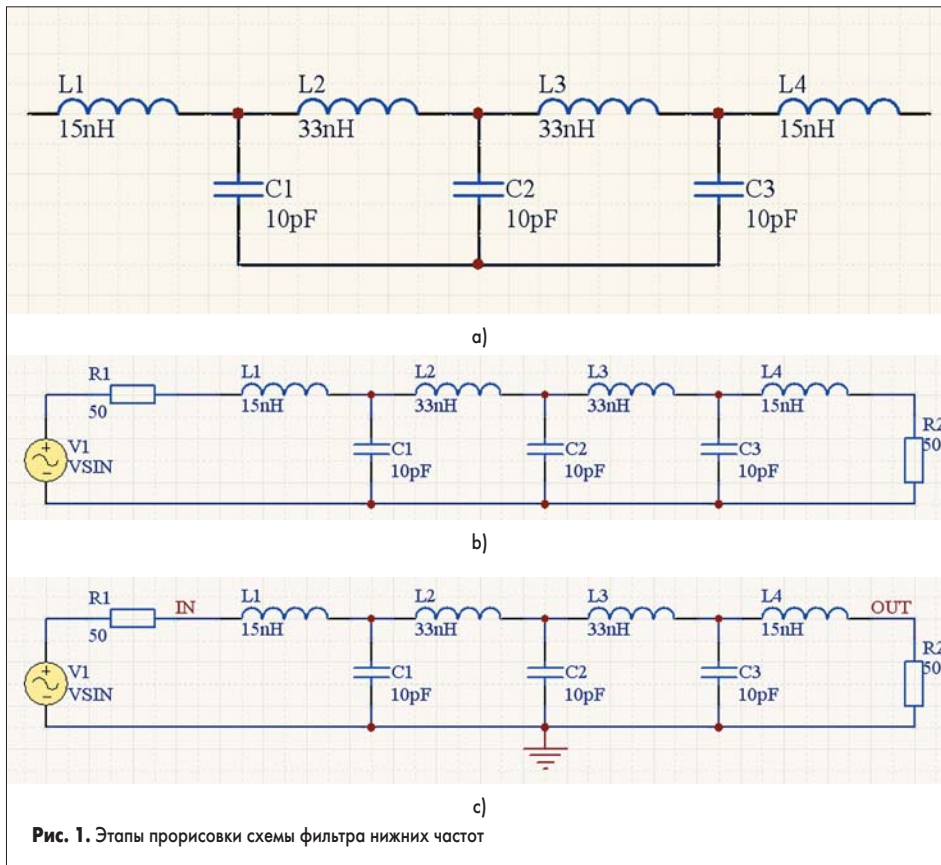

Рис. 1. Этапы прорисовки схемы фильтра нижних частот
- Выполним команду меню Place/Wire (горячие клавиши P, W) и прорисуем связи между компонентами, как показано на рис. 1, а. Собственно схема фильтра готова, но для правильного моделирования ее частотных характеристик необходимо добавить еще несколько элементов: входную и выходную нагрузки, источник сигнала и метки цепей.
- Выполним команду меню Place/Wire (горячие клавиши P, W) и прорисуем связи между компонентами, как показано на рис. 1, b.
- Разместим символ заземления, как показано на рис. 1, c.
- Разместим метку цепи IN на связи между резистором R1 и катушкой L1 (рис. 1, c).
- Аналогичным образом создадим метку OUT и разместим ее между катушкой L4 и резистором R2 (рис. 1, c).